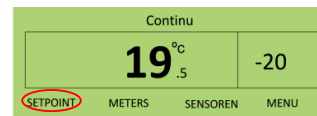

Fig. 1
2. Druk op de beeldschermtoets **SETPOINT** (fig. 1).